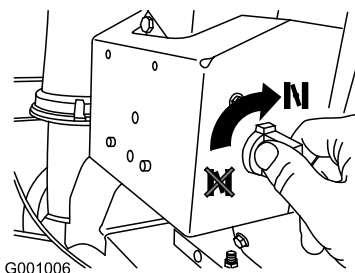

Bild 22
4. Drehen Sie den Choke auf die Ein-Stellung (Bild 22).